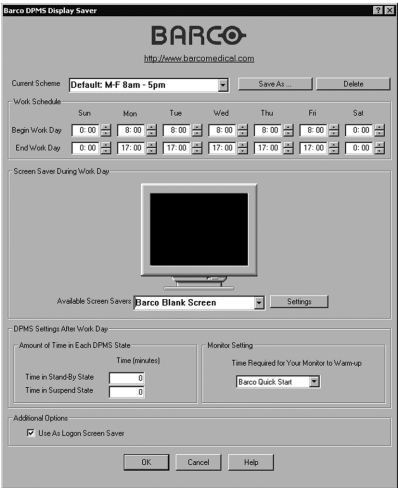

Figura 54: Barco DPMS Settings Control Panel
2. Haga clic en el botón **“Settings”**. Se abre “Barco DPMS Screen Saver Control Panel” (figura 54 a continuación).